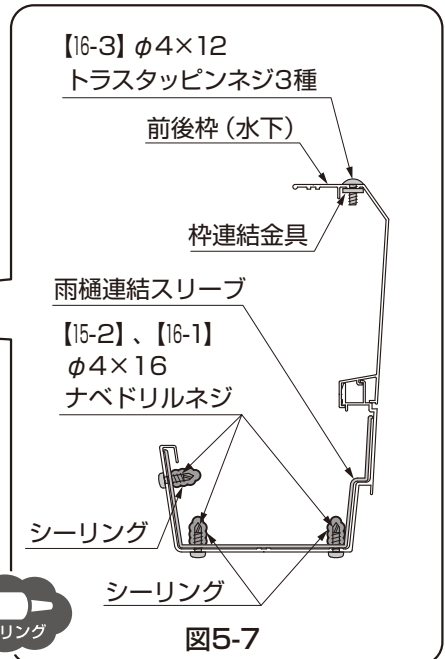

図5-7
- ②前後枠 (水下) を枠連結金具、雨樋連結スリーブと【15-2】、【16-1】、【16-3】でネジ止めしてください。
- ③雨樋連結スリーブを挿入した前後枠の端部にシーリング材を添付してください。
- ④もう一方の前後枠を連結し、【15-2】、【16-1】、【16-3】でネジ止めしてください。
- ⑤内側に出ているネジの先端と周りにシーリングをしてください。(図5-7参照)
- ⑥連結部からはみ出たシーリング材を拭きとってください。